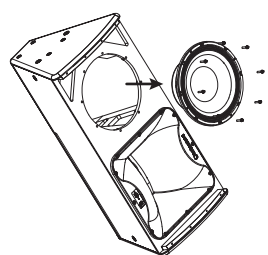

Fig. 2
3. Ta bort och koppla bort basdrivrutinen (fig 2) för att komma åt kompressionsdrivrutinens hållare och notera basdrivarens polaritet för senare återanslutning.